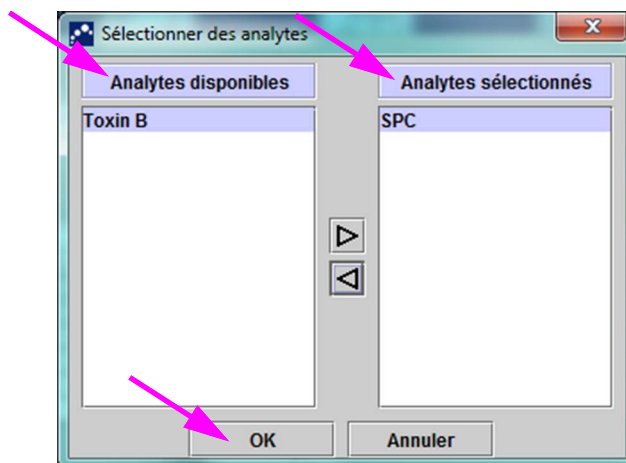

Figure 6-3. Boîte de dialogue Sélectionner des analytes
- Bouton **Sélectionner des analytes** : sélectionnez les analytes. Appuyez sur le bouton **Sélectionner des analytes** pour afficher les analytes applicables à ce test. La boîte de dialogue Sélectionner des analytes s'affiche. Consultez la Figure 6-3.